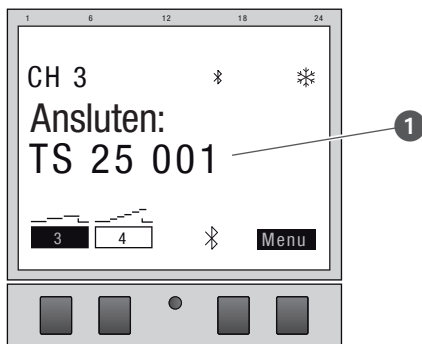

Bild 24: Kanalutökningen är ansluten med kopplingsuret
9. Kanalutökningen visar namnet på enheten vid en aktiv anslutning (Bild 24/1).